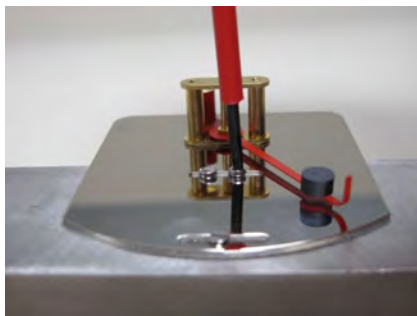

Abb. 62
- 13.** ▶ Anzeige-Bodenplatte auf Gerätekörper legen und die Befestigungsschrauben soweit eindrehen, dass sich diese noch verschieben lässt (Abb. 62). Darauf achten, dass an der Langnut (Bereich Zeigerspitze) die Senkkopfschraube und im Bereich (Anzeige Mitte) die beiden Zylinderkopfschrauben eingesetzt werden